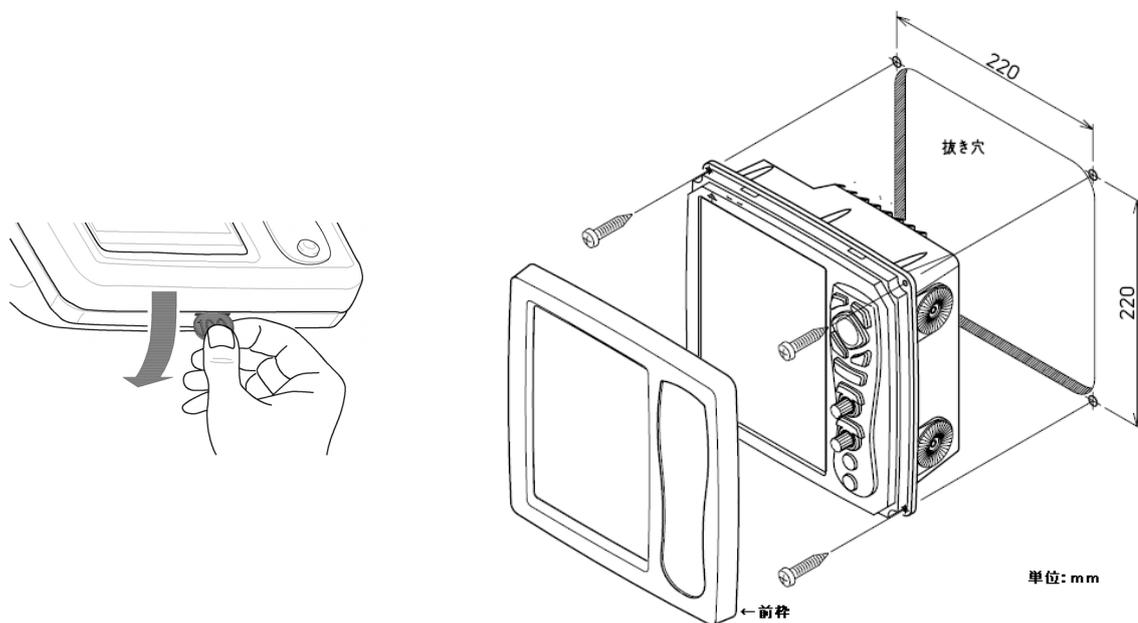
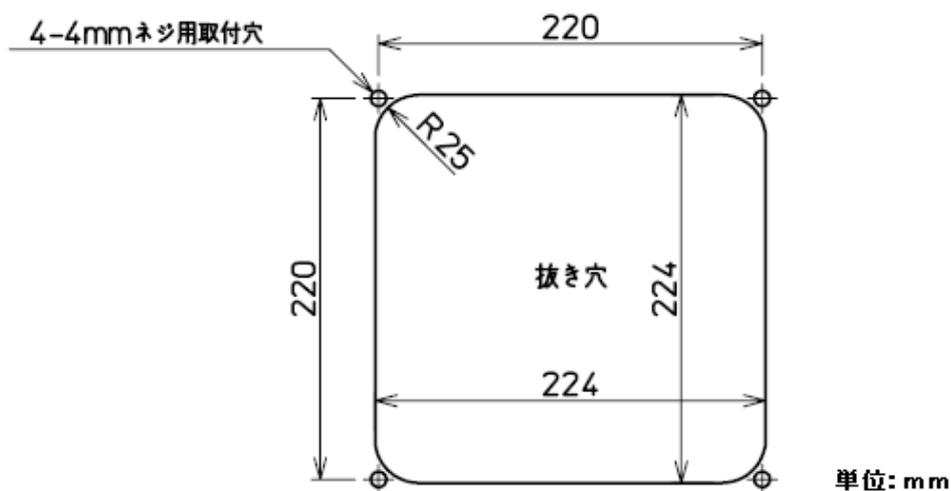

図 5.4 フラッシュマウント取付図
図 5.5 フラッシュマウント取り付け穴加工図
- (1) 設置場所に角穴をあけます。(図 5.5 参照)
- (2) 表示機本体を取付架台に固定しているノブボルトを反時計方向にまわして緩め、本体を上方に抜きます。取付架台とノブボルトは使用しません。
- (3) 本体と角穴が合うか、ハメ合わせを確認します。不具合ならば角穴を修正します。
- (4) 表示機の下部にある溝にコインを挿入し、コインを下に押し、前枠を取り外します。(図 5.4 参照)
- (5) 電源用と送受波器用のコネクタを、それぞれ本体に接続します。
- (6) 表示機を設置する場所(角穴)にはめ込み、4mm のタッピングネジ(または M4 なべ小ネジ) 4 本で固定します。(4mm ネジは取り付け部の厚さに応じたネジを手配してください。)
- (7) (4) 項で外した前枠を取り付けます。